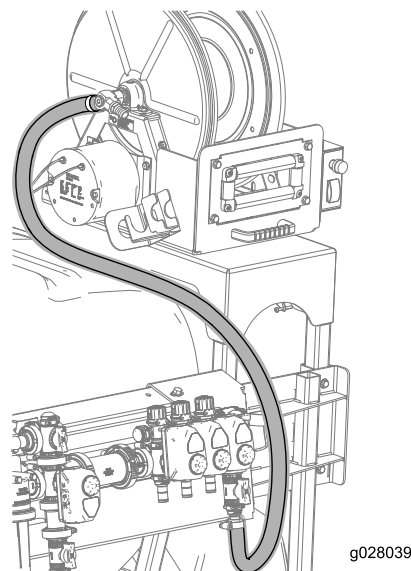

Bild 16
9. Schließen Sie den Schlauch (180 cm) an das gezahnte Schlauchanschlussstück an der Schlauchtrommel an und befestigen Sie den Schlauch mit einer Schlauchklemme, wie in Bild 16 abgebildet.